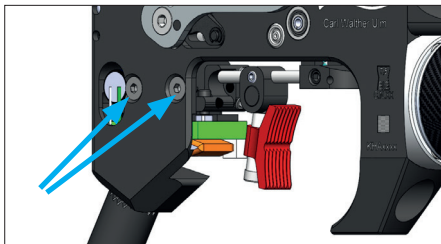

Abb. 6
2. Nun können die Halteschrauben (durch das Gehäuse) eingedreht werden. Legen Sie diese leicht an (Abb. 6).